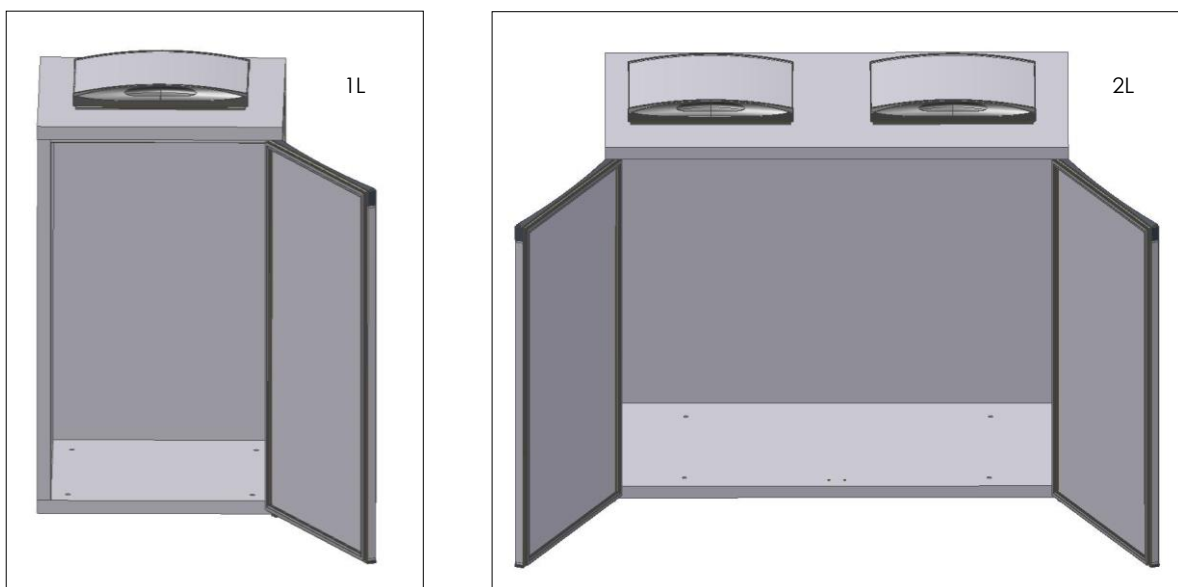

Fig. 9
- Encajar **la puerta (derecha y izquierda)** en el fondo y en la encimera (Fig.9);